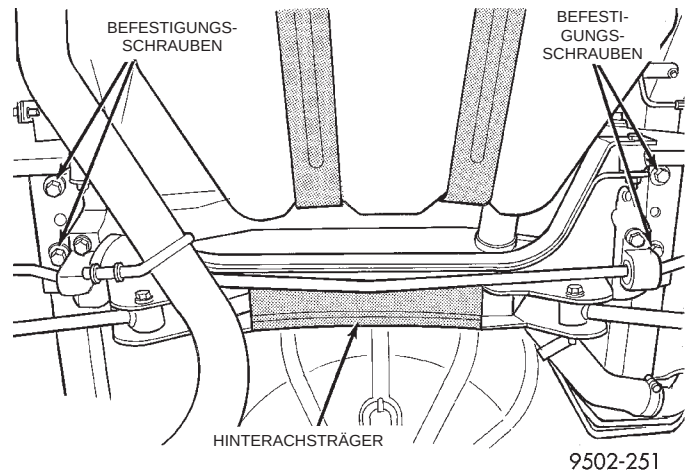

Abb. 27 Befestigung des Hinterachsträgers an den Längsträgern
(9) Die vier Schrauben lösen (Abb. 27), mit denen der Hinterachsträger an den Längsträgern befestigt ist.
(2) Den Hinterachsträger mit dem Getriebewagenheber bis an die Längsträger anheben. Die vier Befestigungsschrauben an den Längsträgern locker eindrehen (Abb. 27).